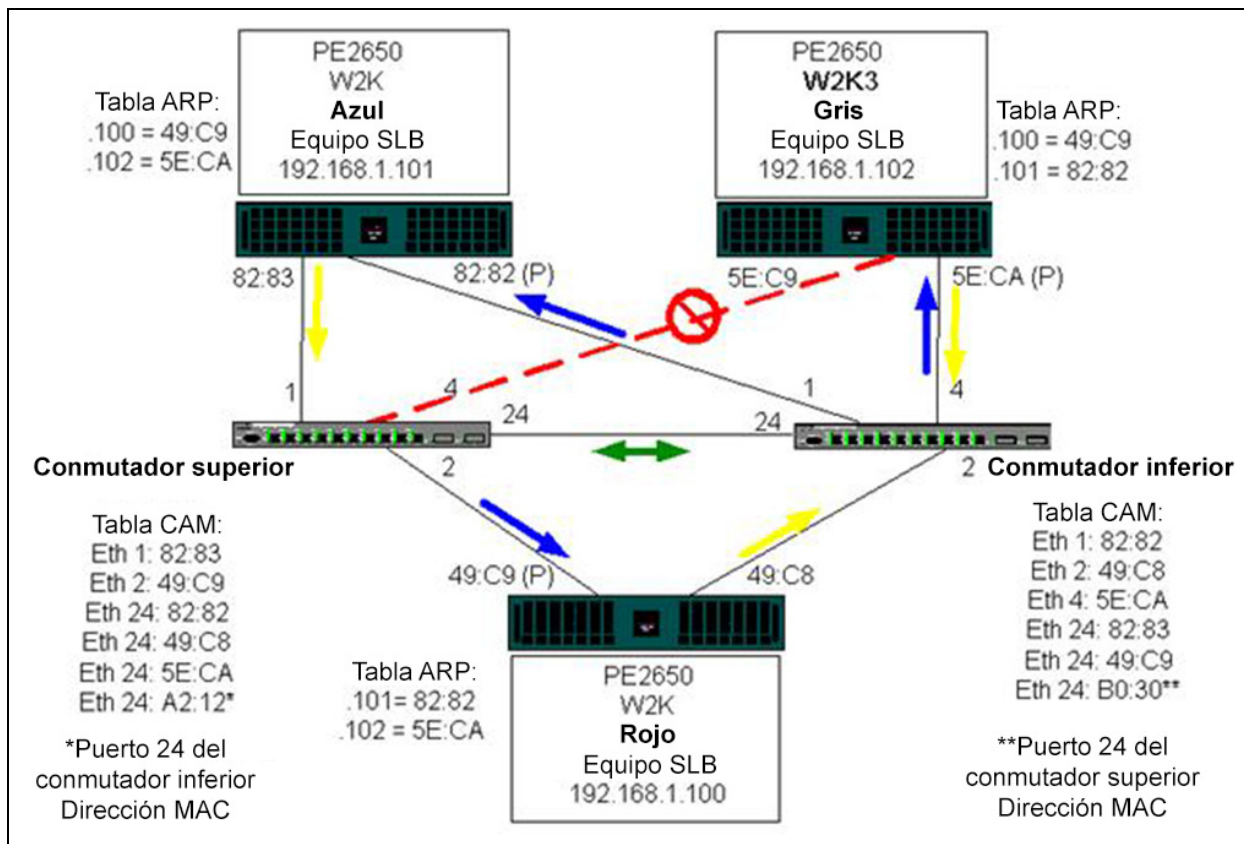

Ilustración 11-5. Evento de error
- La Ilustración 11-5 es un ejemplo de evento de conmutación por error con el cable de interconexión en su sitio.
La Ilustración 11-5 representa un evento de error en el que el cable se desconecta del puerto 4 del conmutador superior. Este evento es una conmutación por error superada con éxito ya que todas las estaciones realizan un ping entre sí y no hay pérdida de conectividad.